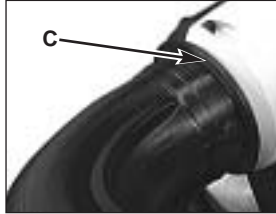

Fig. 4-1B
2. Push tube into housing up to ridge (C) (Figure 4-1B).
2. Pousser le tube dans le carter jusqu'à la nervure (C) (Figure 4-1B).